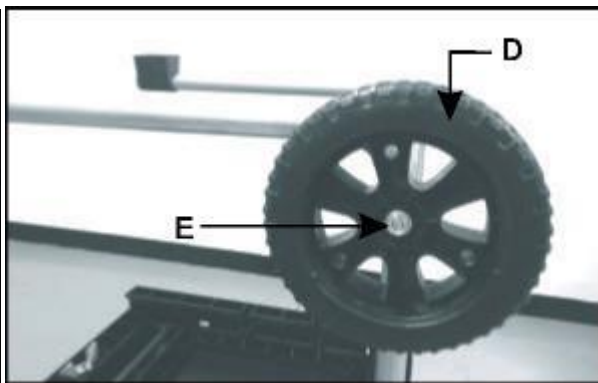

Bild 1C
2. Montera hjulen (D) och dra först åt muttern (E) handtätt. (Fig. 1C)